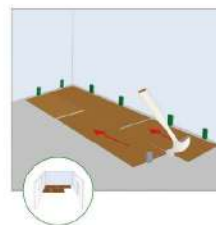

Рисунок 11
12. Далее осуществляется стыковка и подбивка всех 4-х панелей. Они и будут служить стартом для последующего монтажа. Обратите внимание - распорные клинья должны оставаться на месте (см. рис. 11).